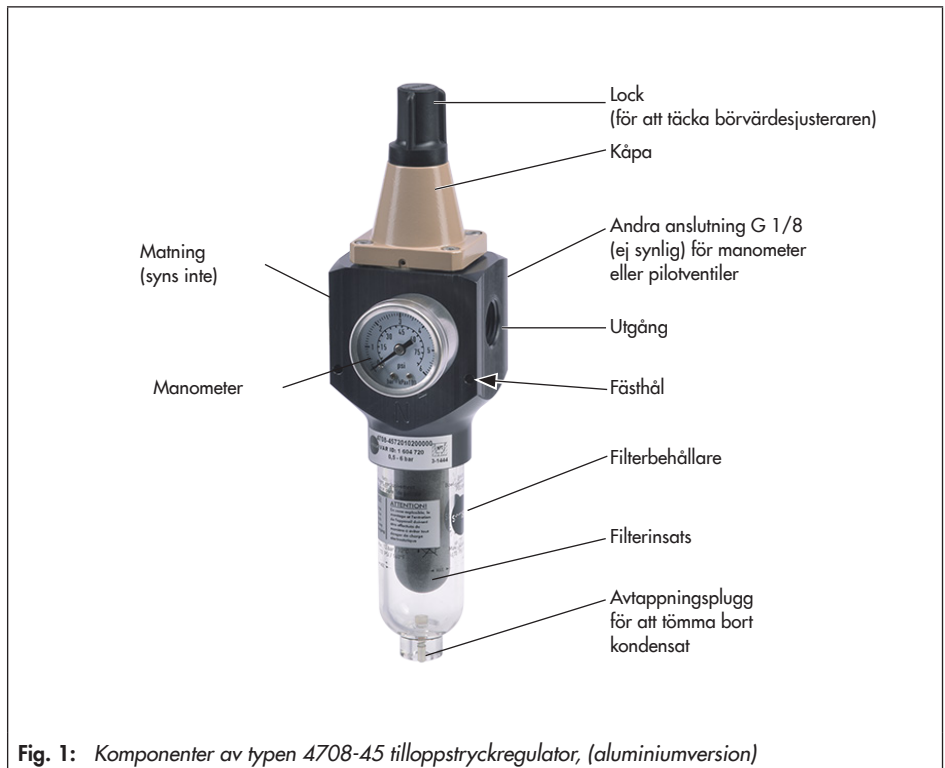

Fig. 1: Komponenter av typen 4708-45 tilloppstryckregulator, (aluminiumversion)
Luftanslutningarna (matning och utgång, se Fig. 1 på sidan 9) har antingen ISO-228/1 - G 1/2- eller 1/2-14 NPT-gängor.
- Se Fig. 1 på sidan 9.